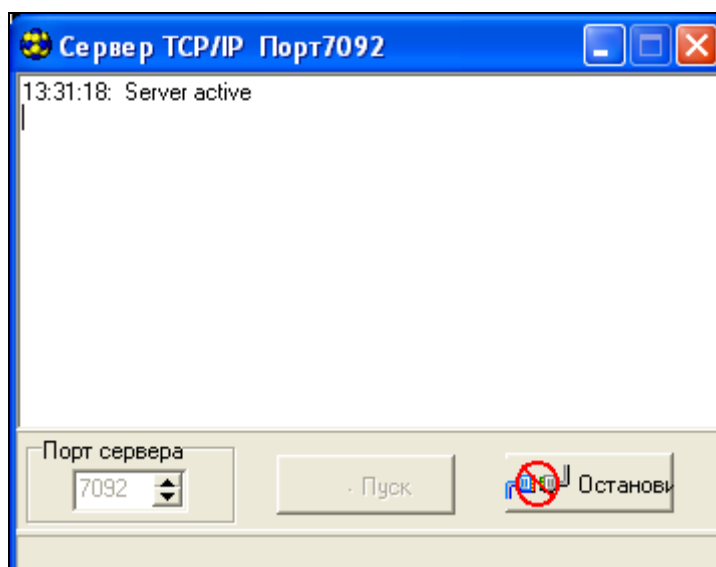

Рис. 13. Окно «TCP/IP».
2. Выбрать в меню «Связь» опцию «TCP/IP». В открывшемся окне будет отображена информация об активации сервера (см.: рис. 13).